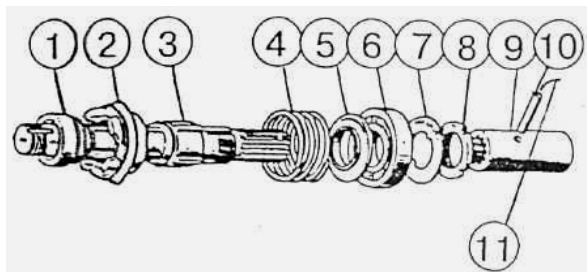

Рисунок 5.8
- 6) снимите с вала 3 (рисунок 5.8) втулку 1, полумуфту 2, пружину 4;